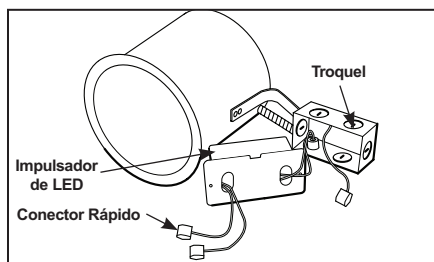

Figura 7
Paso 2. Quite la tapa de la caja de empalmes. Quite el/los troquel(es) correspondiente(s) para dar cabida al tipo de servicio eléctrico usado/ permitido por su código eléctrico local (Figura 7):
Paso 3. Pele el alambre de suministro 3/8" e inserte cada alambre de suministro en el conector correspondiente. Conecte el alambre negro del accesorio al caliente, el alambre blanco del accesorio al neutral y el alambre verde del accesorio a tierra. (Figura 7).